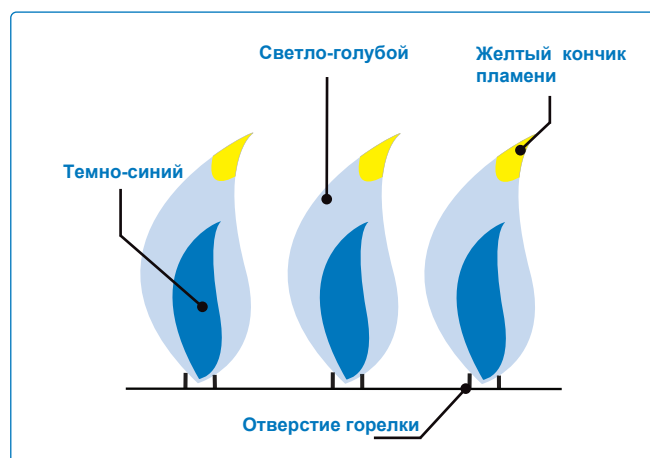

Рис. 26
- При правильной регулировке пламя воздушной заслонки будет темно-синим, со светло-голубым оттенком и иногда желтыми кончиками (**Рис.26**).